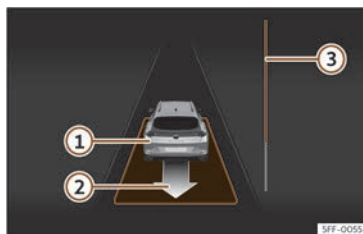

Fig. 153 Na pantalla do cadro de instrumentos: desaparcarse dun espazo en liña.
- Retroceda ata que soe o sinal continuo do ParkPilot; **OU BEN:** vaia marcha atrás ata que na pantalla do cadro de instrumentos apareza a indicación de dar marcha adiante. A barra de progreso >>> **fig. 153**  indica a distancia que hai que percorrer.